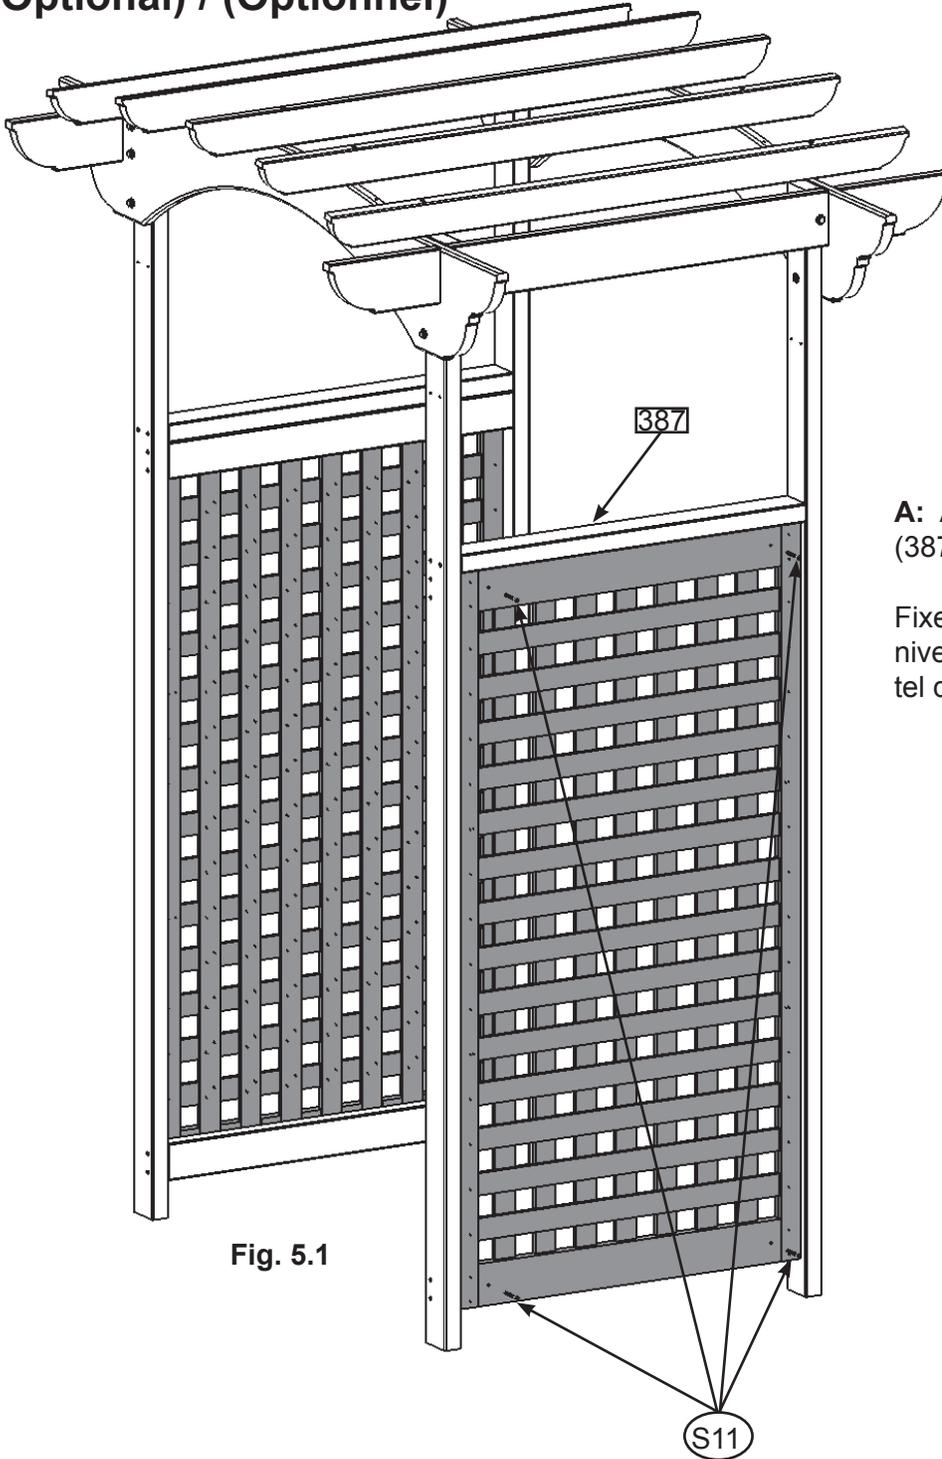

Fig. 5.1
A: Attach each Fence Panel flush to top (387) with 4 (S11), as shown in fig. 5.1.
Fixez chaque panneau de séparation à niveau avec le haut de (387) avec 4 (S11), tel qu'illustré à la fig. 5.1.